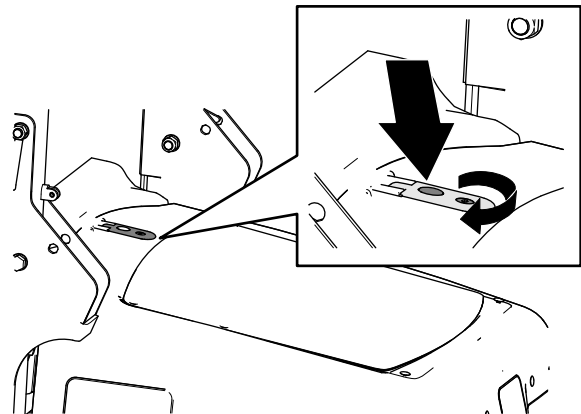
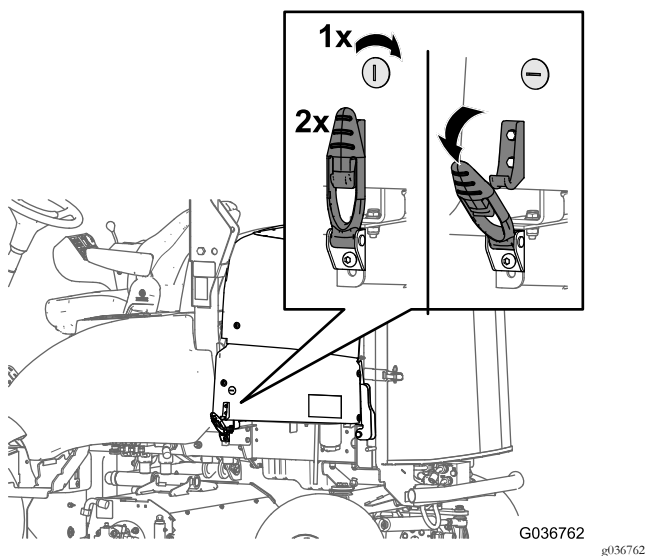

Figura 1
Figura 2
1. Inserite la chiave del cofano nella relativa serratura e ruotate di 90° in senso antiorario (Figura 1 o Figura 2).
- Per macchine con fermo del cofano montato in alto: premete il pulsante del fermo del cofano (Figura 1).
- Per macchine con fermi del cofano montati lateralmente: rimuovete i 2 fermi del cofano dai relativi blocchi (Figura 2).